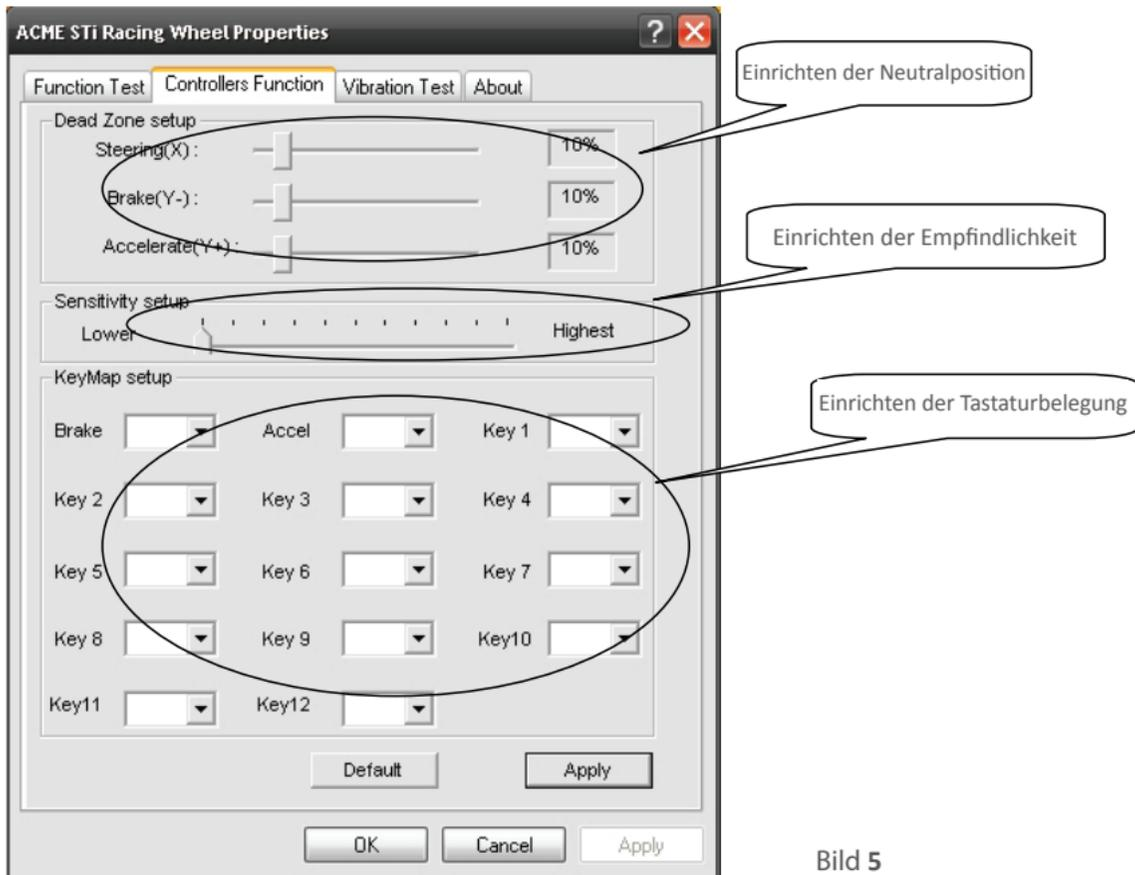

Bild 5
- Gehen Sie wie folgt vor, um die Neutralposition für Lenkrichtung (X-Achse), Gas (Y+ Achse), Bremse (Y- Achse) einzustellen. (Siehe Bild 5 "Einrichten der Neutralposition")
- Die Empfindlichkeit des Lenkrads lässt stufenweise von niedrig bis hoch einstellen, wie nachfolgend gezeigt. (Siehe Bild 5 "Einrichten der Empfindlichkeit")
- Die Tasten für Beschleunigung, Bremse und Funktionen 1 bis 12 sind austauschbar (variable Tastenbelegung). (Siehe Bild 5 "Einrichten der Tastaturbelegung".)